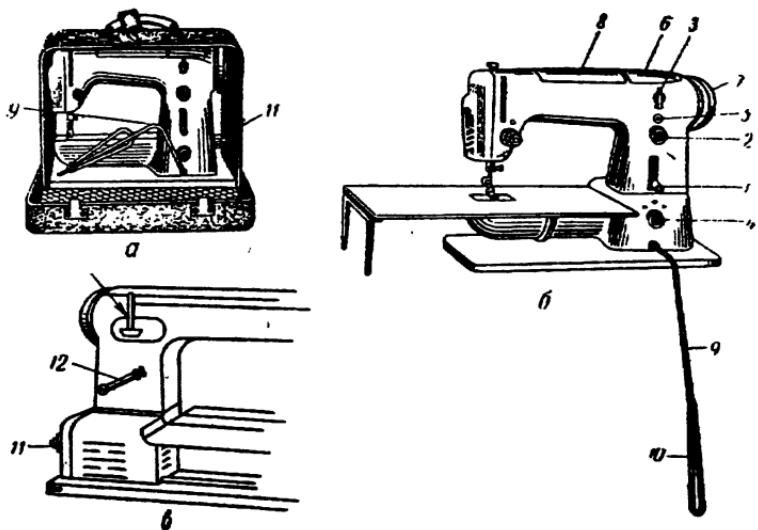
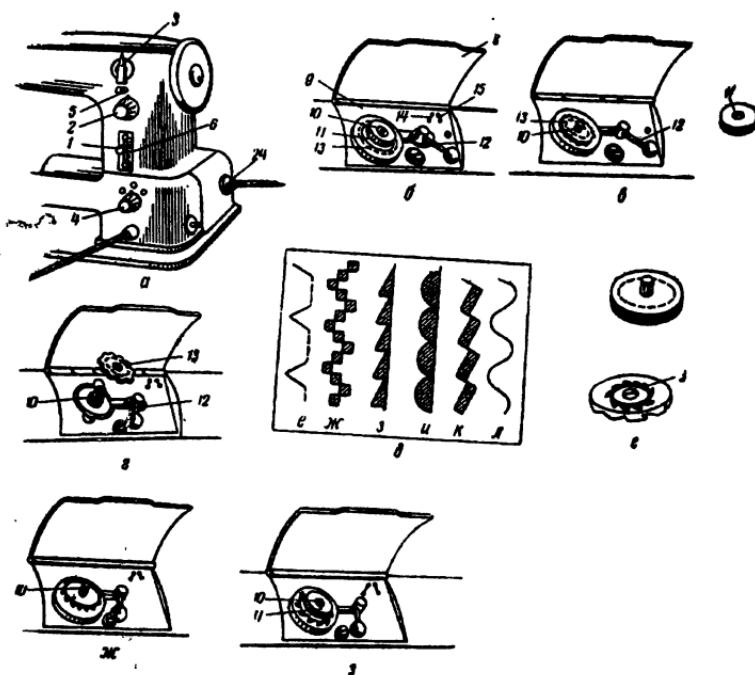
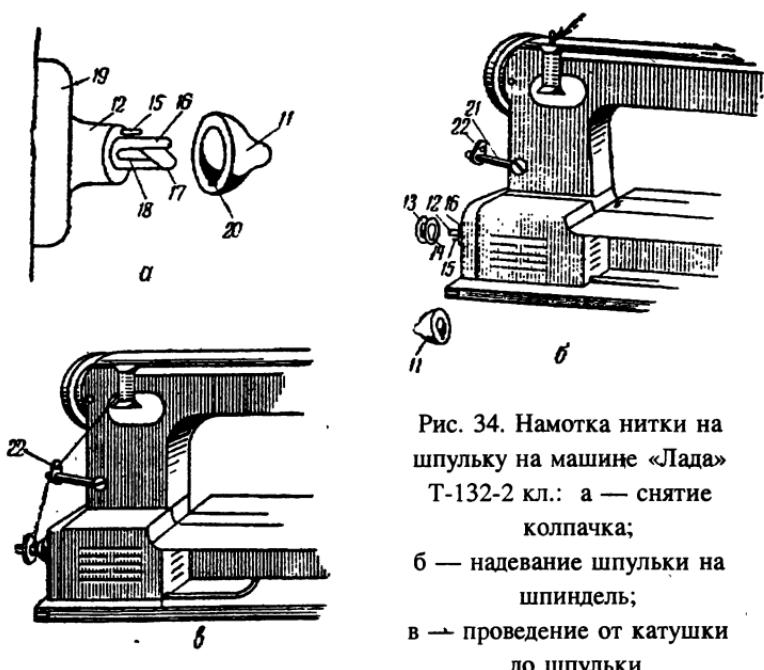

Рис. 31. Машина «Лада» Т-132-2 кл. в разных положениях:
Рис. 32. Управление автоматикой машины «Лада» Т-132-2 кл.,
Рис. 34. Намотка нитки на шпульку на машине «Лада» Т-132-2 кл.: а — снятие колпачка;
Машина «Лада» Т-132-2 кл. (рис. 31, а) отличается от всех бытовых швейных машин «Лада» тем, что имеет иное челночное устройство и другое устройство автоматики.
Автоматика машины «Лада» Т-132-2 кл. находится под крышечкой, имеющейся на середине крышки рукава машины (см. рис. 31, б). Под такой крышечкой у машины «Лада» Т-132 находятся катушечные стержни, а у машины «Лада» Т-132-2 кл. катушечные стержни находятся сзади машины, как показано на рис. 31, в*.
*На рис. 31, в - катушечный стержень указан стрелкой.
Наладку машины для петельного шва делают так же, как и на машине «Лада» Т-132 кл., а именно: подкладывают под лапку небольшой лоскут, устанавливают рычаг 2 на ширину зигзагообразной строчки в 2 мм, т. е. поворачивают рычаг 2 (рис. 32, а) до тех пор, пока его шкала 5 встанет цифрой 2 против прорези, имеющейся в верхней части стойки рукава машины между вторым и третьим рычагами (см. рис. 32, а).
(делении), находящейся ниже 0, как показано на рис. 32, а, а затем немного поднимают выше или опускают ниже ее, но не доводят до 0, так как при нулевой установке ткань продвигаться не будет.
машиной на нужную плотную зигзагообразную строчку, вынимают из-под лапки лоскут, на котором делали пробную строчку, и подкладывают ткань или изделие, на котором хотят проложить узорную строчку. Подкладывают так, чтобы линия наметки (карандашная или меловая линия) для строчки была против середины лапки и опускают лапку на ткань. Рычаг 3 (см. рис. 31, б) остается в своем центральном (вертикальном) положении, рычаг 4 его указателем (кружочком) против средней верхней точки*.
Для получения узорной строчки на машине «Лада» Т-132-2 кл., открывают среднюю крышечку 8 (рис. 31, б) находящуюся на верхней части рукава машины. На верхней части рукава машины две крышечки, как и у машины «Лада» Т-132 кл. Одна крышечка 6 (см. рис. 31, б) расположена ближе к маховому колесу 7 машины, а другая крышечка 8 находится на середине крышки рукава машины. Крышечка 6 прикреплена к машине винтами и открывается (снимается) лишь при смазке или ремонте для доступа к механизму, расположенному в стойке рукава машины. А крышечка 8, находящаяся на середине рукава машины, шарнирно соединена с машиной и закрывает собой автоматику.
Откинув от себя крышечку 8 (см. рис. 31, б) с вала 10 (рис. 32, б) снимают крепительную гайку 11, как показано на рис. 32, в. Затем отведя рычажок 12 (см. рис. 32, б, в), находящийся в правой стороне автоматики, влево, как показано на рис. 32, г, снимают с вала 10 и шаблон 13. Шаблоном называется диск, на котором имеется пунктирный синий кружочек; он пролегает на том расстоянии от краев шаблона, на котором на копирах расположен повторяющийся узор. Диск с пунктиром называется шаблоном, а диск с узором в этой книге называется копиром, а в
К автоматике машины «Лада» Т-132-2 кл. прилагается шесть копир. На каждом копире по одному повторяющемуся узору, похожему на узорную строчку. На рис. 32, д показаны узоры всех шести копир. Они также показаны в инструкции, прилагаемой к машине, но там под ними стоят буквы: е, ж, з, и, к, л, как показано на рис. 32, д.
Производя подготовку автоматики к установке на ней копира с желаемым узором, рычаг 2 (см. рис. 32, а) устанавливают против цифры 4.
Берут копир, на котором находится выбранный узор, например, копир с узором з, показанным на рис. 32, е. Берут его узором вверх и насаживают (не навинчивают, а надевают) на вал 10 (рис. 32, ж) автоматики так, как надевают на вал проигрывателя грампластинку. Причем насаживают копир на вал очень осторожно, чтобы во время насадки не произошло перекоса его, ибо при малейшем перекосе копир сломается во время работы машины. Затем закрепляют копир крепительной гайкой 11 (см. рис. 32, б, в). Причем повертывают крепительную гайку настолько, чтобы она только немного прижала копир. В некоторых машинах «Лада» Т-132-2 кл. вал автоматики не имеет нарезки и тогда крепительную гайку не поворачивают, а надевают на вал так, чтобы она немного прижимала копир. На рис. 32, з показана включенная автоматика.
Машина «Лада» Т-132-2 кл. (см. рис. 31, а, б), как и машина «Лада» Т-132 кл. не имеющая автоматики, работает с приводом от электродвигателя, находящегося сзади машины под ее корпусом. Электромашины «Лада» приводятся в действие коленным рычагом 9 (см. рис. 31, а) при включенной вилке.
Для пуска машины в ход коленный рычаг 9 (см. рис. 31, б) спускают вниз и отводят петлю 10 рычага 9 коленом правой ноги вправо.
31, а, в) и кладут его в сторону (рис. 34, а), а на его место, на приспособление 12, сделанное на валу для намотки шпульки, надевают шпульку 13 (рис. 34, б). Надевают ее так, чтобы ее паз 14 наделся на шпонку 15, имеющуюся на приспособлении 12. Внутри раздвоенного конца 16 (см. рис. 34, а) приспособления 12 имеется пластиночка 17, которая во время надевания шпульки на этот раздвоенный конец 16 приспособления задвигается шпулькой в прорезь 18 раздвоенного конца 16 и этим отключает механизм машины, т. е. разъединяет электромотор от махового колеса машины. Во время намотки шпульки маховое колесо не трогают, а только отводят коленкой петлю коленного рычага. Если при надевании шпульки на раздвоенный конец приспособления в ее паз 14 (см. рис. 34, б) не войдет шпонка 15, то отключение механизма машины не получится, и игла будет работать во время намотки нитки на шпульку или не будет вращаться шпулька на приспособле-
нии 16, сделанном на конце вала 12 (см. рис. 34, а) электродвигателя 19.
Сняв колпачок 11 и надев на его место шпульку, надевают катушку на катушечный стержень, как показано стрелкой на рис. 31, в, и поворачивают рычажок 12; этот рычажок показан на рис. 34, б под позицией 21.
Ведут нитку от катушки в нитенаправительное отверстие 22, а от него к шпульке, как показано на рис. 34, в. Сама машина «Лада» Т-132-2 кл. не прекращает намотки, поэтому работающий, видя что до краев шпульки (ее бортов) осталось 1,5—2 мм, прекращает намотку.